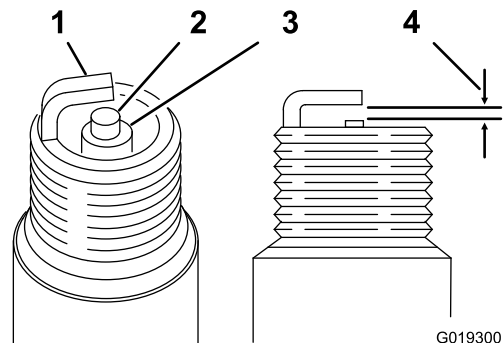

Bild 56
3. Prüfen Sie den Zustand der Seitenelektrode, der zentralen Elektrode und der Isolierung um die zentrale Elektrode, um sicherzustellen, dass nirgendwo Defekte aufgetreten sind (Bild 56).
4. Stellen Sie den Elektrodenabstand (Bild 56) zwischen der mittleren und der Seitenelektrode auf 0,81 mm ein.